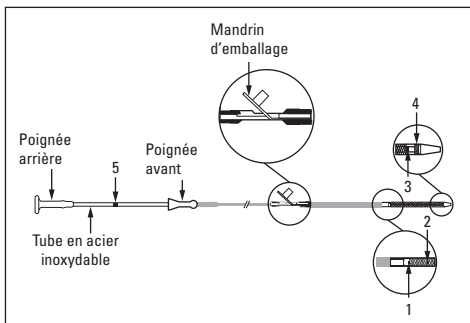

Figure 2. Système de stent WallFlex Biliary RX
Le système de mise en place est conçu avec un tube coaxial. Le tube externe permet de contracter le stent avant son déploiement, puis de le recontracter après son déploiement partiel si un repositionnement est nécessaire. Le tube externe est doté d'une section transparente permettant la visualisation du stent contracté. La zone de transition jaune du tube interne du dispositif de mise en place est visible entre le stent et la gaine externe bleue. Les quatre repères radio-opaques facilitent le déploiement du stent sous radioscopie (Figure 2). Les deux repères radio-opaques visibles du tube interne du système de mise en place permettent d'identifier les extrémités du stent contracté (Figure 2, n° 1 et 3). Un repère radio-opaque supplémentaire présent entre ces deux repères indique l'endroit à partir duquel le stent ne peut plus être contracté (Figure 2, n° 2). Le quatrième repère radio-opaque visible de l'extrémité antérieure du tube externe indique le niveau de déploiement du stent (Figure 2, n° 4). Le tube interne comporte un repère visuel situé entre les poignées pour faciliter le déploiement du stent (Figure 2, n° 5). Le repère visuel indique le point à partir duquel le stent ne peut plus être contracté. Le tube interne est doté d'une lumière centrale unique pouvant contenir un guide de 0,035 in (0,89 mm).
**Remarque :** NE PAS retirer le mandrin d'emballage de l'extrémité antérieure du dispositif (Figure 2), cela facilite l'accès au guide.